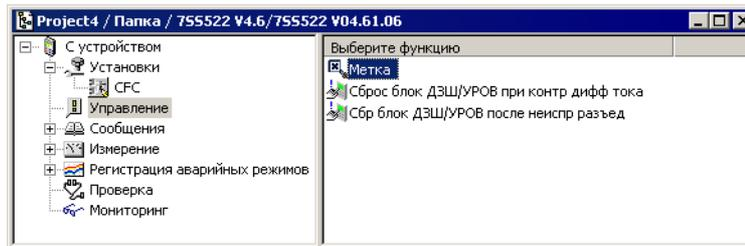

рис. 6-23 Снятие блокировки контроля дифференциального тока при помощи DIGSI
- В навигационном окне выберите элемент **Управление** (рис. 6-23, стр. 255).